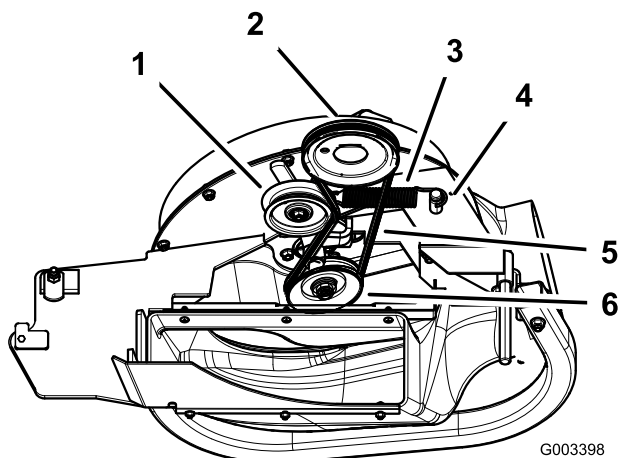

Figura 14
1. Instale la correa alrededor de la polea del soplador (Figura 14).
2. Instale el muelle en el brazo tensor y en la clavija del soplador (Figura 14).